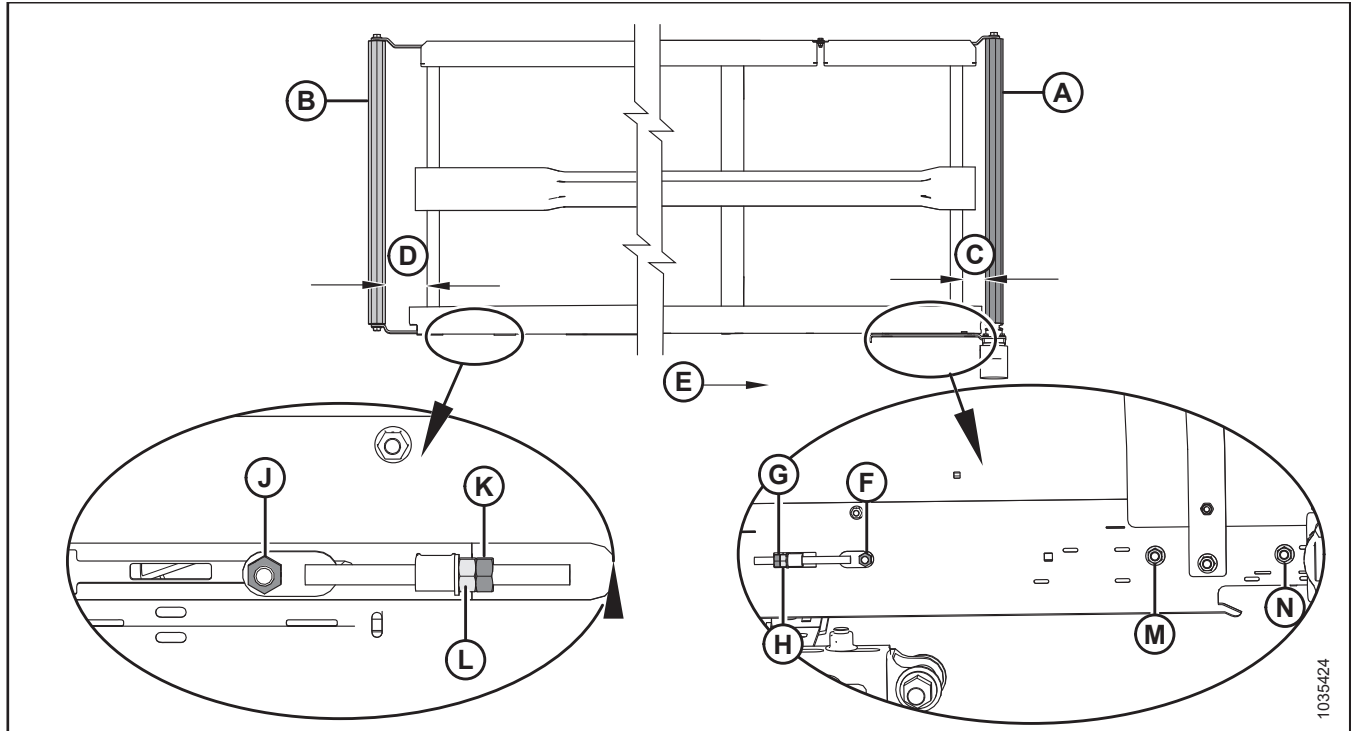

Рисунок 4.233: Регулювання ходу полотна — ліве полотно
2. Відрегулюйте приводний ролик (А), щоб змінити С (див. таблицю 4.2, стор. 427 та рисунок 4.233, стор. 427) таким чином:
- a. Ослабте гайки (F), (M) і (N) та контргайку (G).
- b. Поверніть регулювальну гайку (H).
- c. Затягніть гайки (F), (M) і (N) та контргайку (G).
3. Відрегулюйте натяжний ролик (В), щоб змінити D (див. таблицю 4.2, стор. 427 та рисунок 4.233, стор. 427) таким чином:
- a. Ослабте гайку (J) і контргайку (K).
- b. Поверніть регулювальну гайку (L).